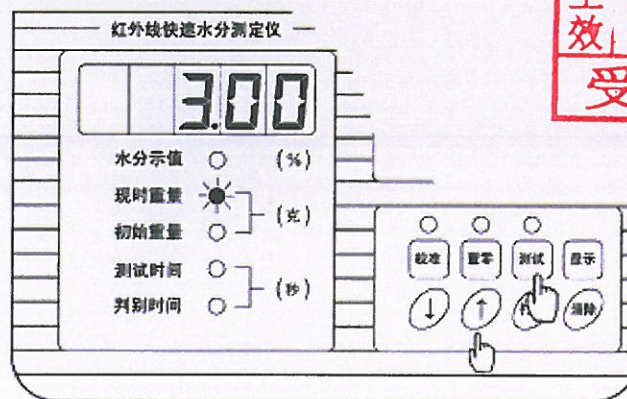

图 9
4.3.2 测试: 按测试键, 仪器上的加热灯亮起并开始测定样品中的手法含量。若使“测试”键有效, 则必须同时具备以下三个条件, 一是仪器工作时重量状态, 二是称量值大于 0.5 克, 三是已经按过“↑”键, 使仪器记下初始重量。否则“测试”键无效。(参看图 9)